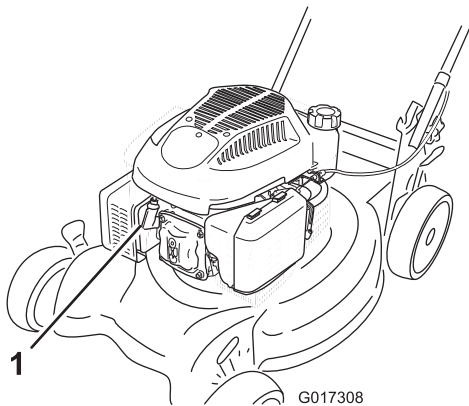

Figure 26
2. Débranchez le fil de la bougie (Figure 26) avant de procéder à un quelconque entretien.